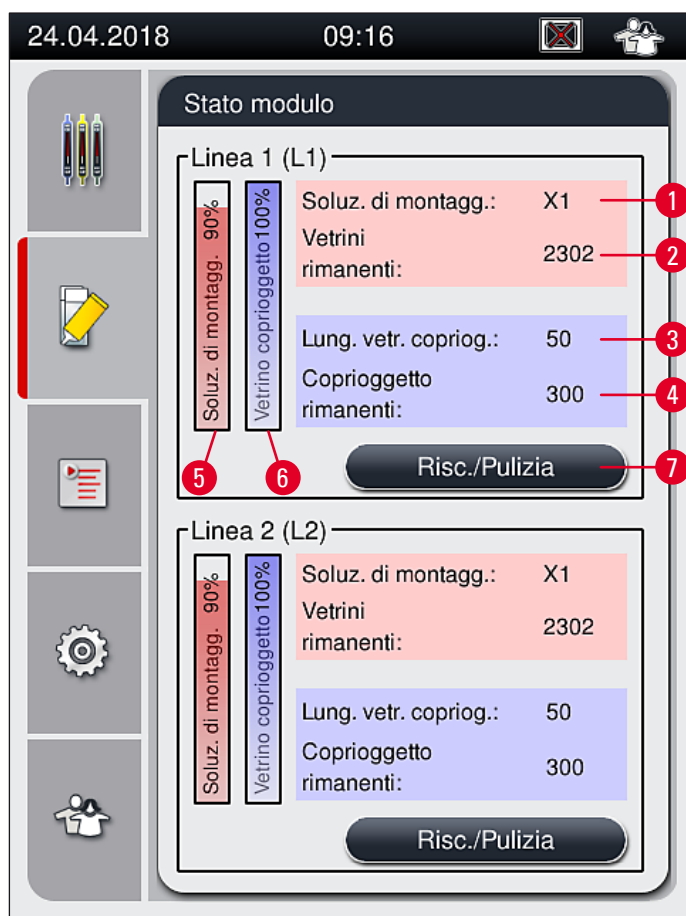

Fig. 49
- Il menu **Stato modulo** (→ Fig. 49) fornisce all'utente di HistoCore SPECTRA CV una panoramica dei materiali di consumo utilizzati (soluzioni di montaggio (→ Fig. 49-1) e vetrini coprioggetto (→ Fig. 49-3)), nonché dei relativi livelli di riempimento/ricarica correnti (→ Fig. 49-5) (→ Fig. 49-6) e delle quantità residue (→ Fig. 49-2) (→ Fig. 49-4) per entrambe le linee di vetrini coprioggetto.